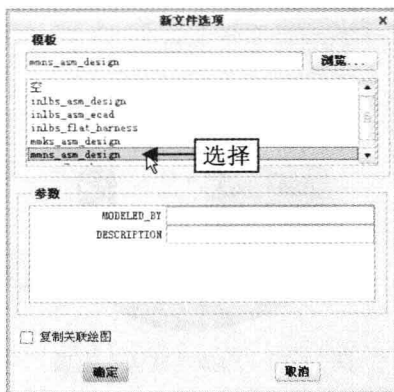

图 11-7 “新文件选项”对话框
Step 02 单击“确定”按钮，弹出“新文件选项”对话框，在“模板”选项区中选择相应选项，如图 11-7 所示，单击“确定”按钮，新建一个装配文件。